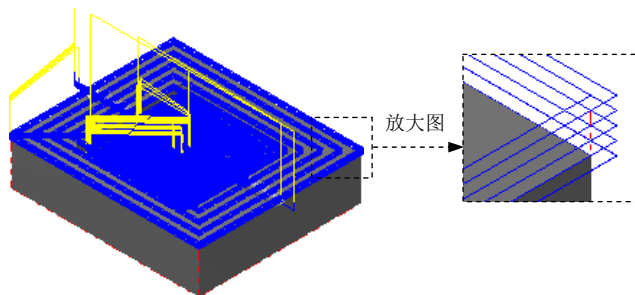

图 11.15 刀具路径
(1) 在“曲面粗加工挖槽”对话框中单击 **粗加工参数** 选项卡，在 **Z 轴最大进给量** 文本框中输入值 1，然后在 **进刀选项** 区域选中 ☒ **由切削范围外下刀** 复选框和 ☒ **螺旋式下刀** 复选框。
(2) 单击 **螺旋式下刀** 按钮，系统弹出“螺旋/斜插进式下刀参数”对话框。单击“螺旋/斜插进式下刀参数”对话框中的 **斜插** 选项卡，在 **最小长度** 文本框中输入值 10.0 (此时百分比为 100)；单击“螺旋/斜插进式下刀参数”对话框中的 按钮。
(3) 单击 **切削深度 (D)...** 按钮, 在系统弹出的“切削深度设置”对话框中选中 **绝对坐标** 单选按钮, 然后在 **绝对的深度** 区域的 **最高位置** 文本框中输入值 2, 在 **最低位置** 文本框中输入值 -30。单击 **✓** 按钮, 系统返回至“曲面粗加工挖槽”对话框。
Step10. 单击“曲面粗加工挖槽”对话框中的 **✓** 按钮, 完成加工参数的设置, 此时系统将自动生成图 11.15 所示的刀具路径。